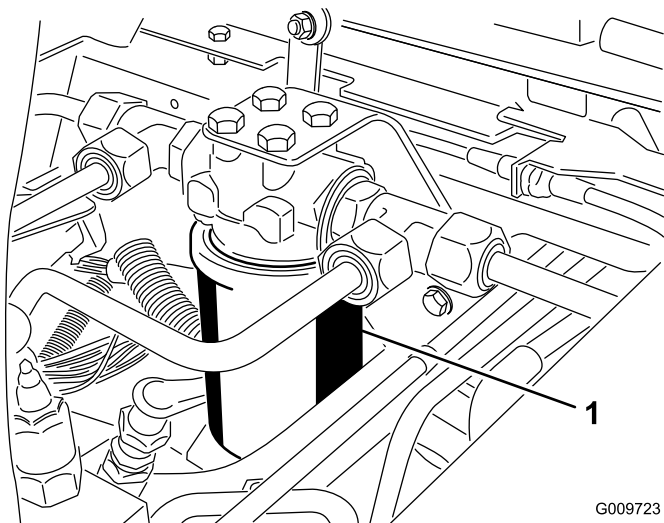
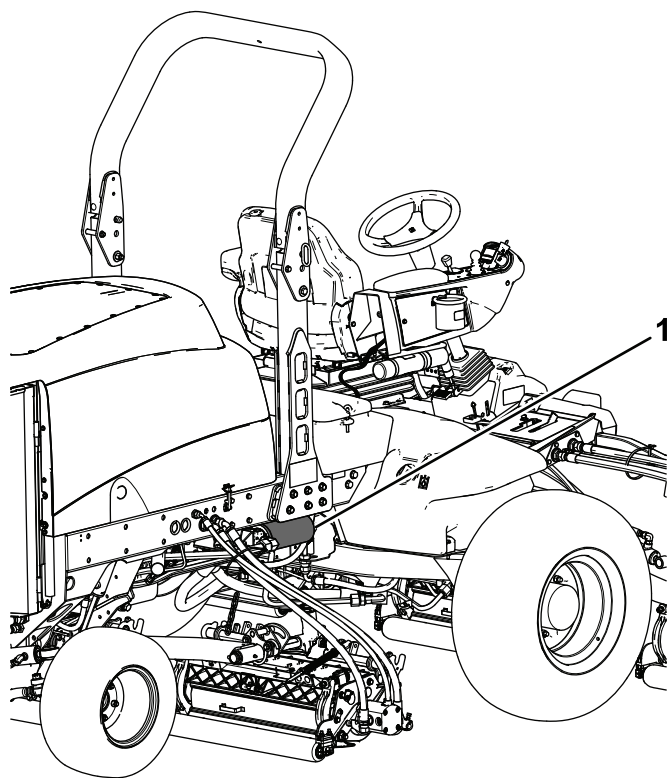

图 120
图 121
3. 在过滤器下面放置一个放油盘并拆下过滤器图 120 和图 121。